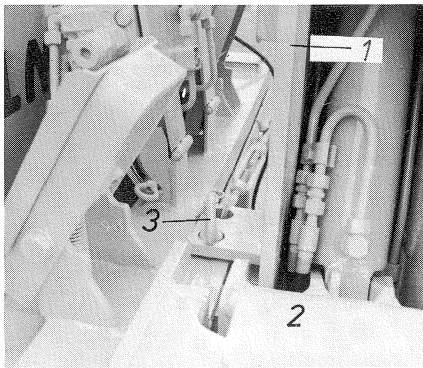

FIG. 12
- Faire pivoter la pelle vers la gauche et la déplacer latéralement. Replier le godet jusqu'à la butée. Réduire au strict minimum la distance entre le bras et la flèche. Relier la flèche (fig.12/1) et le support de pivotement (fig. 12/2) avec le boulon prévu à cet effet (fig.12/3) et le bloquer par la goupille à ressort (ce boulon fait partie des accessoires).